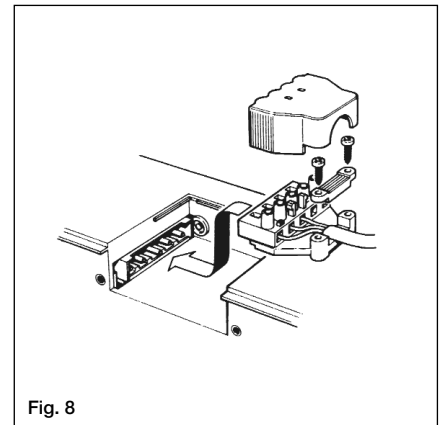

Fig. 8
- Kabelsicherung zuklemmen und die Kupplung auf den Stecker aufsetzen, anschließend Abdeckplatte wieder anbringen (Fig. 8).
- Re-clamp the cable and plug the connector back to the fan. Refit connector plate, backdraft shutter and inner grille (Fig. 8).